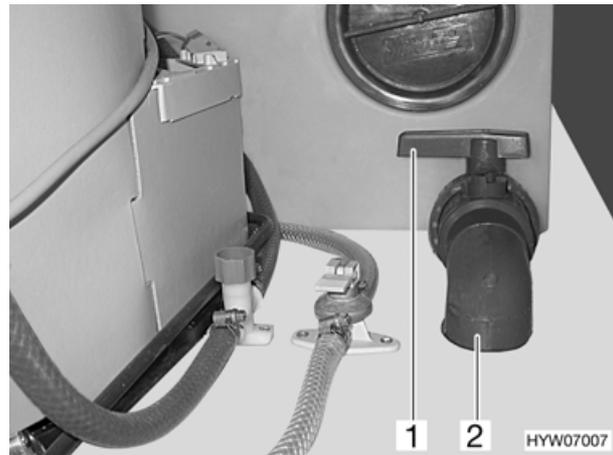

Fig. 59 Leva di comando e tubo di scarico del serbatoio delle acque grigie
Per lo scarico per le acque grigie, nel gavone di coda sono installati un rubinetto di scarico (Fig. 59,1) e un tubo di scarico (Fig. 59,2).
- Per aprire il rubinetto di scarico ruotare la leva di comando (Fig. 59,1) di un quarto di giro in senso antiorario. La leva di comando è posizionata nel senso della lunghezza del tubo di scarico.